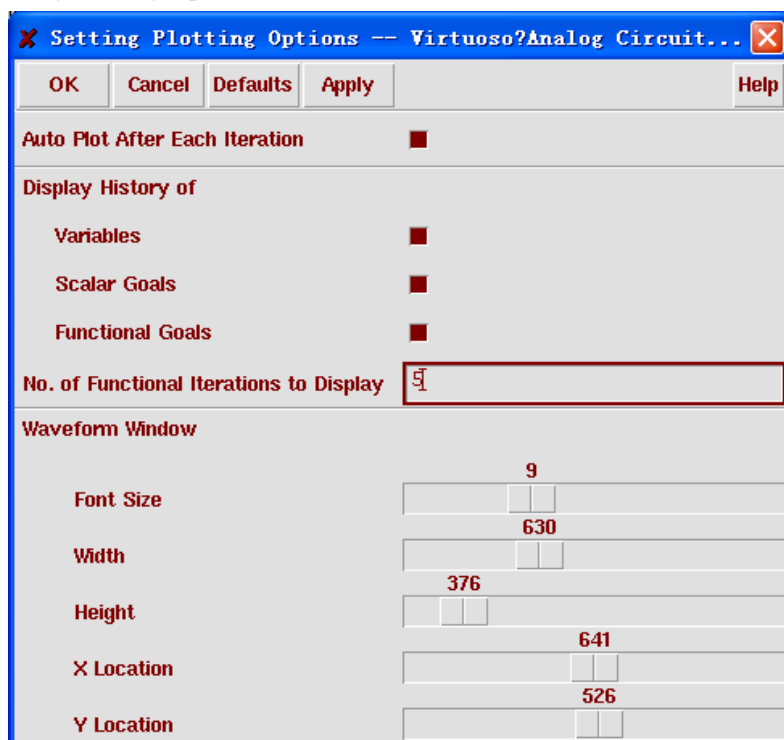

图 11.30 显示设置窗口
- 1) 在“Virtuoso® Analog Circuit Optimizer”窗口中选择“Results”→“Set Plot Options”，然后“Setting Plotting Option”窗口将弹出，如图 11.30 所示。